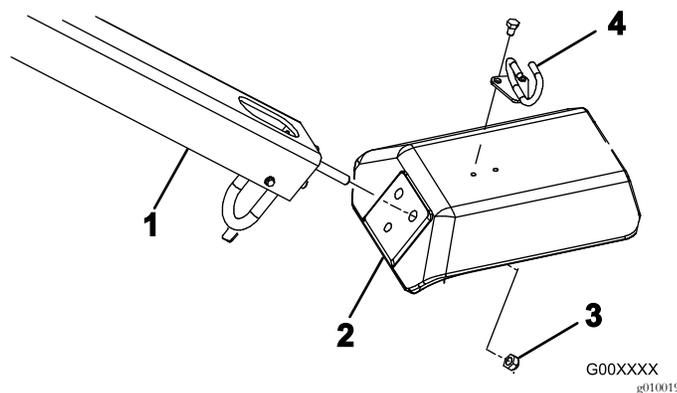

Рисунок 4
2. Вставьте шпильки крепления рукоятки в отверстия вилки (Рисунок 4).
3. Зафиксируйте шпильки рукоятки на вилке 3 контргайками (1/2 дюйма) (Рисунок 4)
5. Закрепите направляющую тросиков на вилке 2 болтами (5/16 x 1/2 дюйма) (Рисунок 4).